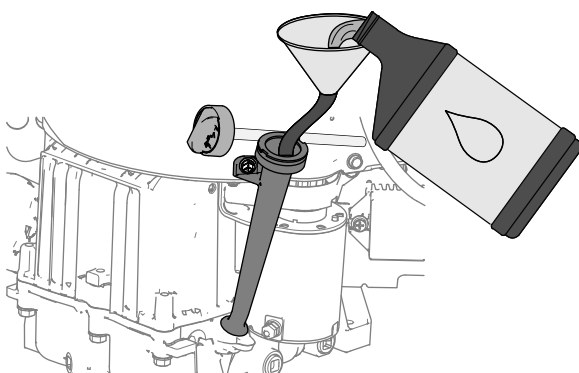

Figura 72
7. Si el nivel de aceite es bajo, limpie la zona alrededor del cuello de llenado y añada aceite del tipo especificado (Figura 72) hasta que el nivel de aceite esté entre las zonas sombreadas de la varilla.